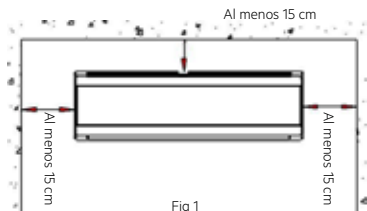

Fig 1
- Asegúrese de contar con la distancia requerida en la Fig.1.
- La parte posterior de la unidad interior debe estar cerca de la pared (Fig.1).